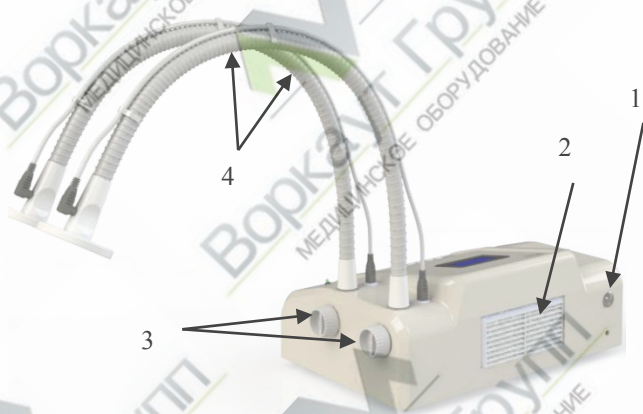

Рисунок 2
8.2. Исходное положение - клавиша "Сеть" (Рис. 2 поз.1) в положении "ВЫКЛ".
8.3. Установить электрододержатели в отверстия на корпусе аппарата, таким образом, чтобы кабели оказались с внешней стороны электрододержателей. Закрепить электрододержатели винтами (Рис.2 поз.3)
8.4. Подключить кабели электрододержателей в соответствующие им разъемы на корпусе аппарата (Рис. 2).
а) ослабить с помощью винтов (Рис.2 поз.3) крепление электродо-держателей так, чтобы они свободно вращались вокруг своей оси.
б) установить электрододержатели (Рис.2 поз.4) в требуемое положение, изгибая и поворачивая их в нужном направлении.
в) зафиксировать выбранное положение с помощью винтов (Рис.2 поз.3).
9.3. Перевести клавишу переключателя "Сеть" (Рис.2 поз.1) в положение "ВКЛ". При этом загорится экран дисплея и появится надпись «УВЧ-60-Мед ТеКо».
9.9. Отвести электроды от пациента, предварительно ослабив винты (Рис.2 поз.3).